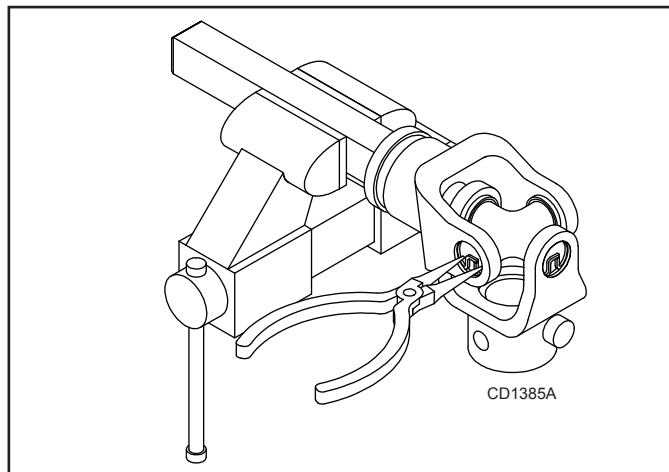

Figura 17.
1. Remova os anéis elásticos externos dos garfos em quatro locais, conforme mostrado em Veja figura 17